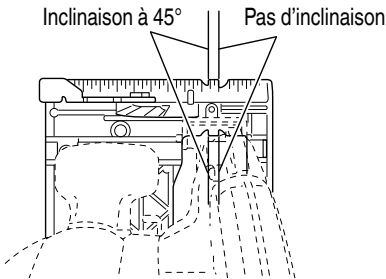
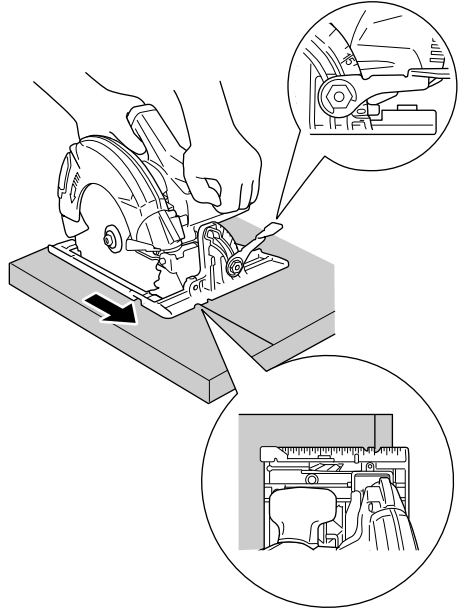
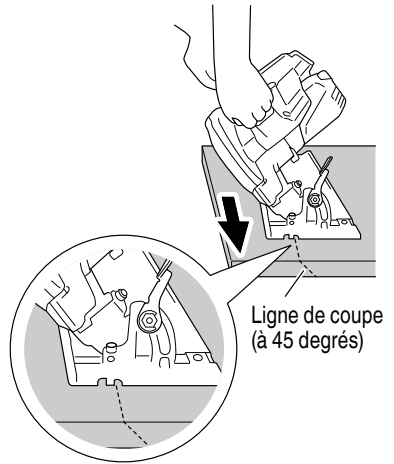

Fig. 31
Fig. 32
Fig. 33
- (1) Placer le socle sur le matériau, puis aligner le trait prémarqué et la lame de scie sur l'entaille à l'avant du socle (Fig. 31).
- (2) Lorsque le socle n'est pas incliné, utiliser le côté droit de l'encoche (Fig. 31, Fig. 32).
Si le socle est incliné (45 degrés), utiliser le côté gauche de l'encoche (Fig. 31, Fig. 33).
4. Incliner la scie vers l'avant et aligner l'encoche (Fig. 31) sur la ligne de guidage pré-marquée.